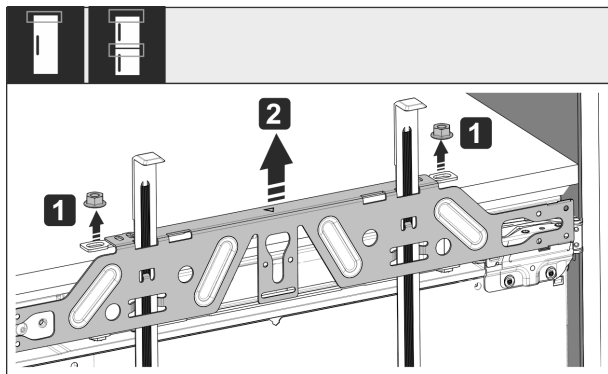

Fig. 44
- Loosen locknuts Fig. 44 (1).
- Remove crosspiece Fig. 44 (2).